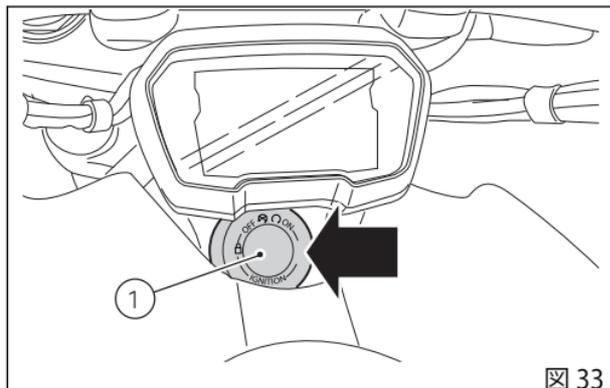

図 33
(図 33) は Hands Free ブロック (1) の位置を示し、
Key-ON するには、アクティブキー (3、図 40) があるときに Hands Free ブロック (1、図 33) のボタン (7) を押します。
Key-OFF するには Hands Free ブロック (1、図 33) のボタン (7) を押します。キー (4、図 37) がなくても Key-OFF が可能です。
キー (3) とキー (4) がないときに Key-ON するには、Hands Free ブロック (1、図 33) のボタン (7) を押し、ダッシュボードで PIN CODE を入力します。